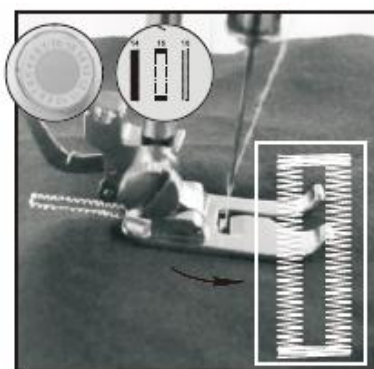

Fig. 19
- 6) Vælg det 7. sting, tænd på tænd/sluk-knappen og sy, indtil knaphullet er syet helt (fig.19).